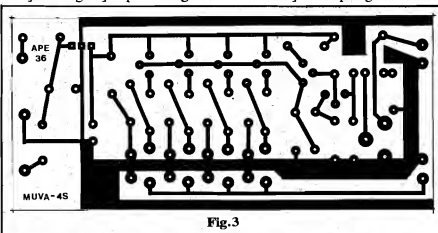

Fig.3
- FIG. 3 - LAY OUT DO CIRCUITO IMPRESSO ESPECÍFICO - Simples, simétrico, pouco "congestionado", o lay out pode ser facilmente copiado com decalques ou tinta ácido-resistente, sobre um fenolite (ou, de preferência, fibra de vidro...) cobreado, depois submetido à corrosão, limpeza e furação, conforme convencional... Observem as largas faixas cobreadas circundando importantes áreas do Impresso. Tratam-se de trilhas de "terra", destinadas a bem proteger os percursos de sinais de baixo nível e alta frequência, evitando a captação de ruídos externamente gerados, e mesmo perdas ou distorções por capacitâncias distribuídas, essas coisas... Por uma série de razões, não se recomendam alterações de "desenho" no lay out, pois as "reações" do circuito, nos níveis, tipos e frequências de sinal envolvidos, podem ser "negativas" quanto à qualidade final do desempenho...